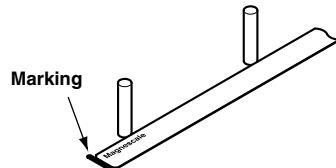

Fig. 3
- スケールの原点位置を希望する位置に合わせ、スケール端にマーキングをします。(図3)
- Align the scale with the desired scale reference position, and then mark this position at the end of the scale. (Fig. 3)
- Richten Sie den Maßstab auf die gewünschte Maßstabs-Bezugsposition aus, und markieren Sie dann diese Position am Ende des Maßstabs. (Abb. 3)